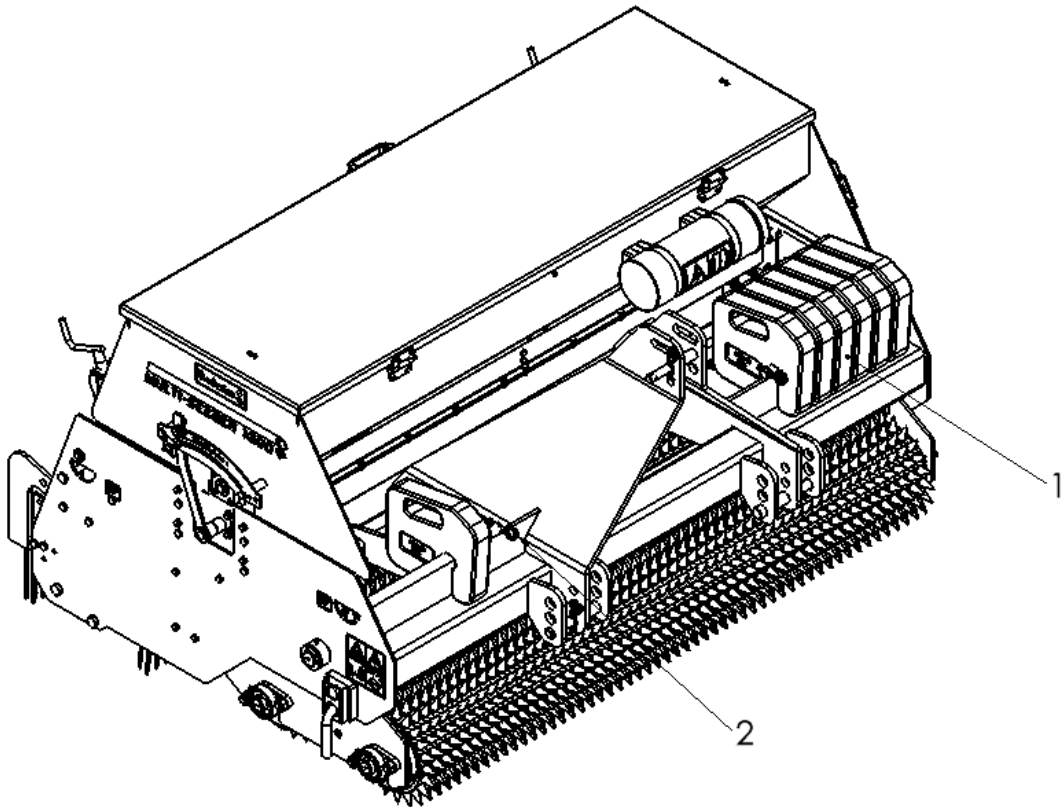

Abbildung 12
Die Multi-Seeder ist standardmäßig mit einer Vorderachse ausgestattet, an der Gewichte (1) befestigt werden können (Abbildung 12).